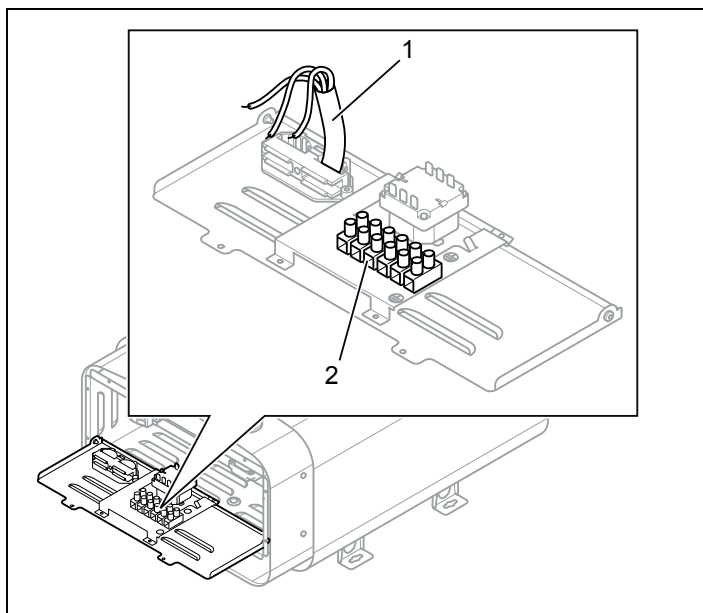
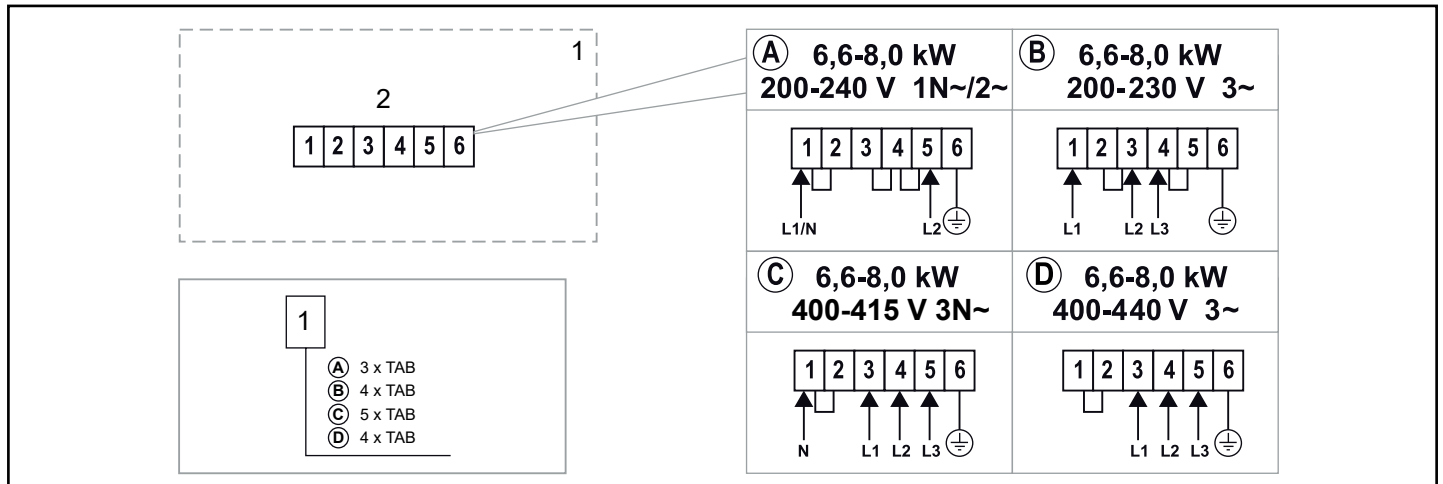

Рисунок 6: Монтажная плата
Рисунок 12: Схема соединений
3. Подключите провод (см. Рисунок 6) согласно схеме соединений (см. Рисунок 12).
При подключении к источникам напряжения или при ином числе фаз (если это не указано в Рисунок 12 свяжитесь с технической службой Tufo.